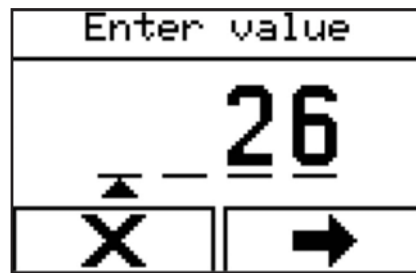

Figure 133 - Entering a value (example)
3. Set the parameter (Figure 133).